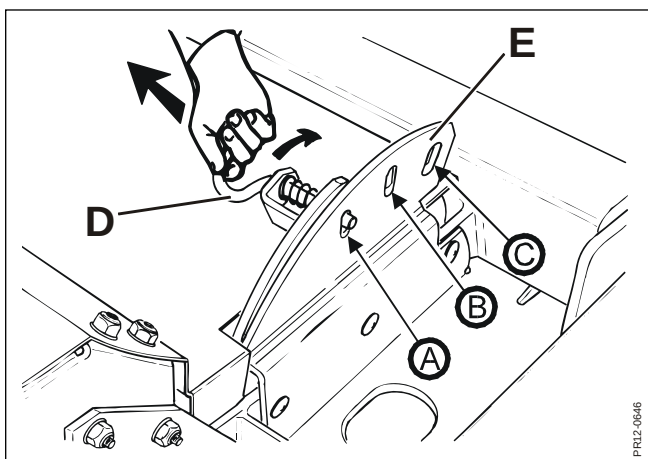

Fig. 3-16
- Fig. 3-16** El sistema se maneja por el mango **D**, que se puede colocar en 3 posiciones en el soporte **E**. La distancia de la placa del acondicionador al rotor se cambia desplazando el mango **D** a uno de los otros orificios en el soporte **E**. Si se coloca el mango en posición (A), la distancia entre la placa del acondicionador y los dedos del acondicionador es pequeña, en posición (B) la distancia es media y en posición (C) la distancia es grande.